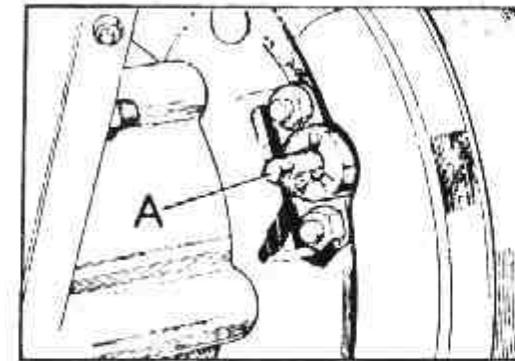

Fig. 105. Ajuste del freno a la transmisión.
1.º Con la palanca del freno completamente suelta y con una llave, se hará girar la cabeza del vástago cónico de ajuste que actúa sobre los émbolos de las zapatas (fig. 105).